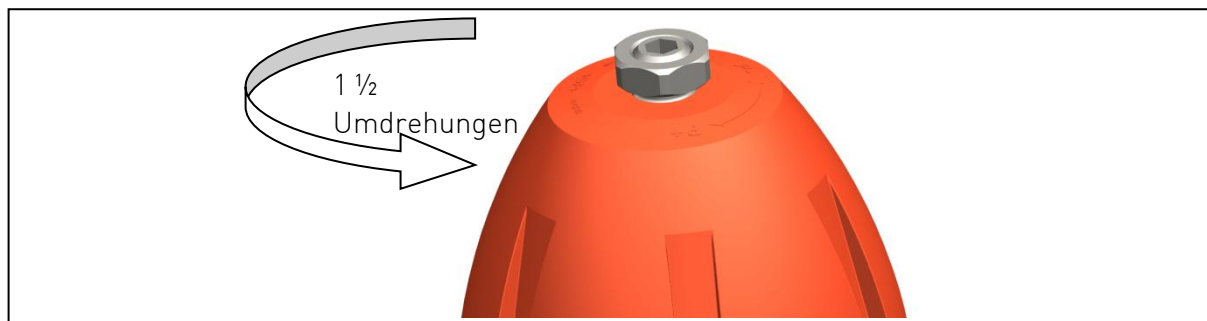

Abb. 3
- ▶ Kontermutter lösen, siehe Abb. 3